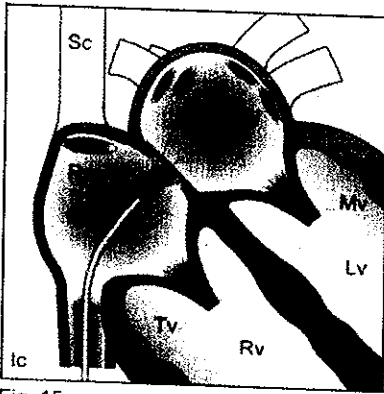
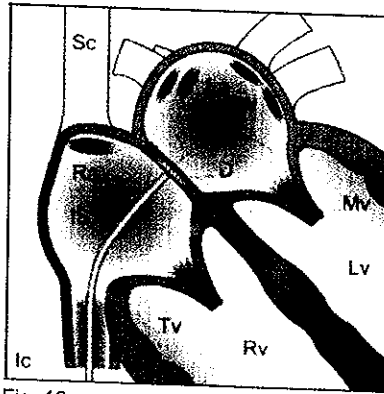

Fig. 15
Fig. 16
- Traccione el sistema completo con cuidado, incluyendo la vaina (IS), hacia la pared septal (Fig. 15). Compruebe la posición y el tamaño adecuado del disco una vez más. Cuando este disco se haya adaptado correctamente al septum, configure el disco derecho manteniendo la tensión en todo el sistema. El método de configuración se describe a continuación: el disco de la aurícula derecha se despliega traccionando la vaina de implantación (IS) y avanzando la funda de pusher (PC) en la dirección opuesta (Fig. 16). Compruebe la configuración final con una angiografía a través de la vaina de implantación (IS). A continuación, purgue la vaina de implantación (IS) con una solución salina heparinizada.